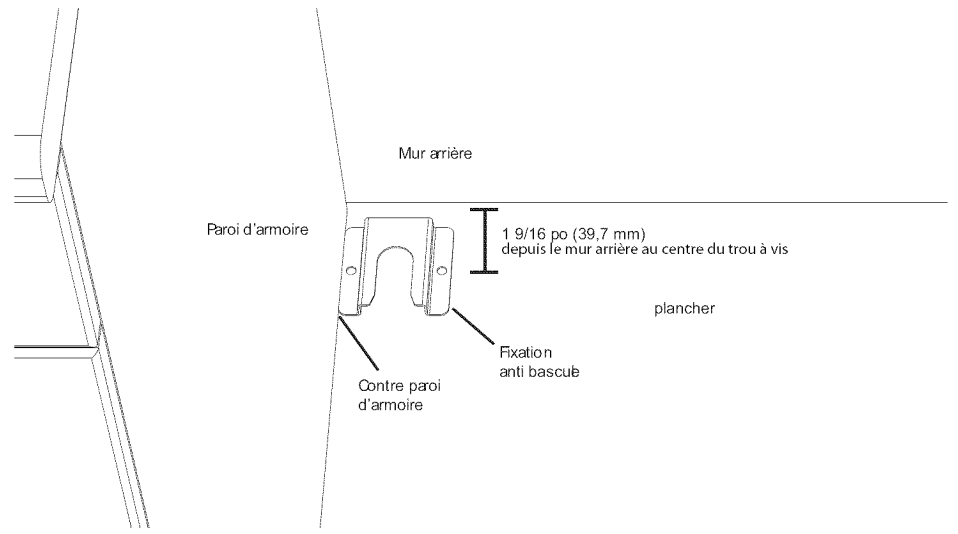

Figure 5: Dispositif anti bascule
2. Mesurer pour placer le dispositif. Voir Figure 5: Dispositif anti bascule.